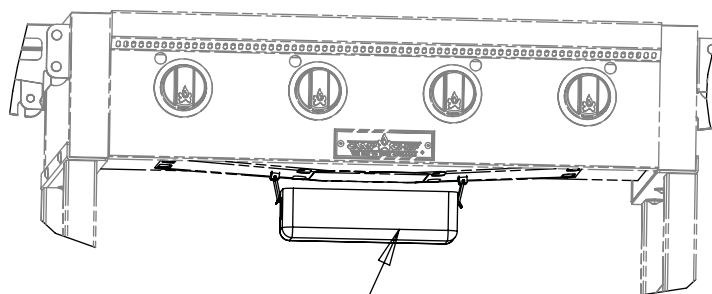

FIG 9
21. Monter le bac de récupération des graisses du barbecue en-dessous du barbecue comme indiqué à la Figure 9.